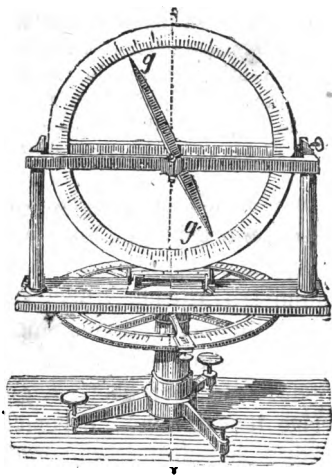

Fig. 74. Bussola d'inclinazione.
(1) Dicesi *declinatorio* o *bussola di declinazione* lo strumento che serve a determinare la declinazione magnetica d'un luogo. Consiste essenzialmente d'un ago magnetico, girevole su d'un perno verticale fisso nel centro d'un cerchio graduato, disposto orizzontalmente, col diametro corrispondente alle divisioni 0° e 180° diretto secondo il meridiano astronomico passante pel centro dello strumento, e colla divisione 0° volta a Tramontana. Però conviene che l'ago ed il raggio del cerchio sieno di tal lunghezza da permettere di valutare facilmente i minuti primi di grado.
(2) Per misurare l'inclinazione magnetica si ricorre all'*inclinatorio* o *bussola d'inclinazione* (fig. 74) che consiste in un lungo ago magnetico, ruotante su di un asse orizzontale passante pel centro d'ampio cerchio verticale graduato, il cui diametro corrispondente alle divisioni 0° e 180° è ridotto orizzontale: codesto cerchio può ruotare, alla sua volta, attorno un asse verticale passante pel centro d'altro cerchio orizzontale graduato, per modo da poter ridurre il piano di rotazione dell'ago nel meridiano magnetico, e da poter quindi determinare l'angolo d'inclinazione con molta approssimazione.